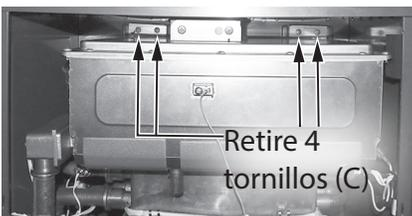

Figura 154 - Retiro de los tornillos del HEX secundario (C)
- 46** Ubique los dos soportes y los cuatro tornillos (C) que fijan el conjunto de intercambiador de calor secundario a la parte posterior del gabinete del calentador de agua como se muestra en la Figura 154. Use un destornillador Phillips imantado de 12" para retirar los tornillos. Déjelos a un lado en un lugar seguro para volver a instalarlos.
74 Ubique los cuatro tornillos de montaje del intercambiador de calor secundario que se retiraron anteriormente en el **Paso 46**. Use un destornillador Phillips imantado de 12" y cuatro tornillos para fijar el intercambiador de calor al gabinete del calentador de agua. Consulte la Figura 154.